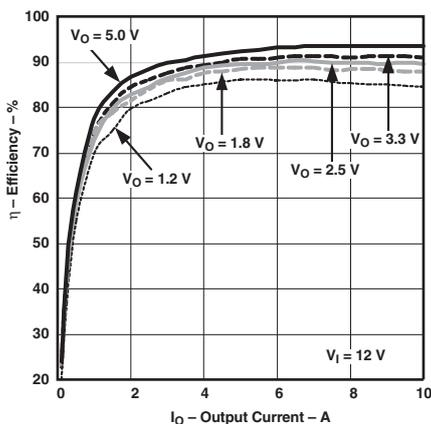
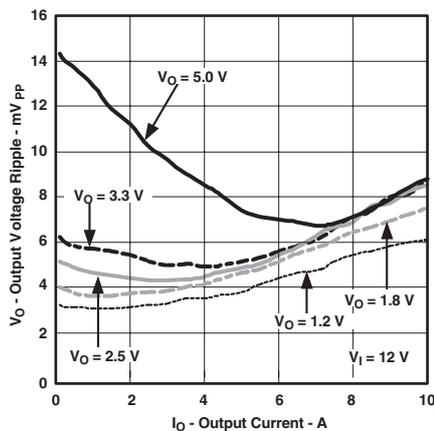
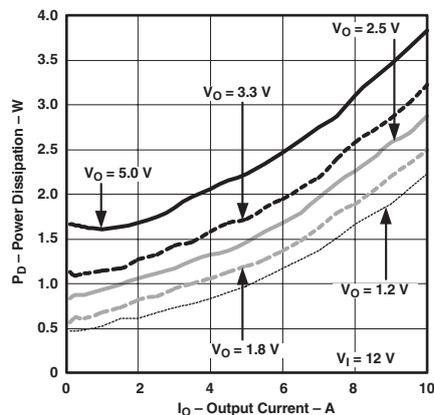

図 1
図 2
図 3
- (1) 電気的特性データは、25°C でテストした実際の製品から求めたものです。このデータは、コンバータのデータと考えられます。図1、図2、および図3に対して適用されます。